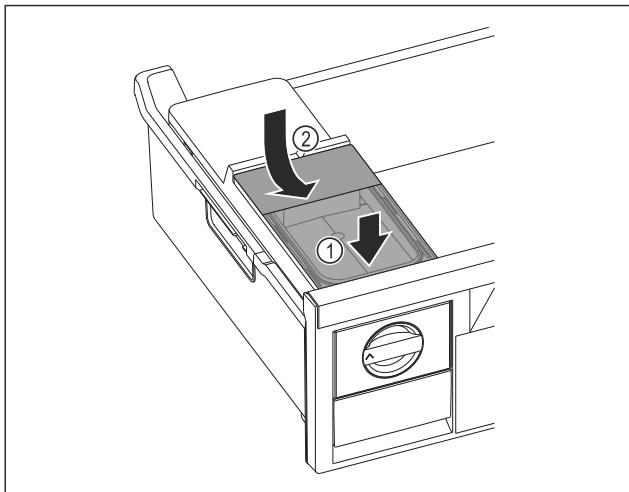

Fig. 110
- Установите бак для воды спереди. Fig. 110 (1)
- Опустить бак для воды сзади. Fig. 110 (2)